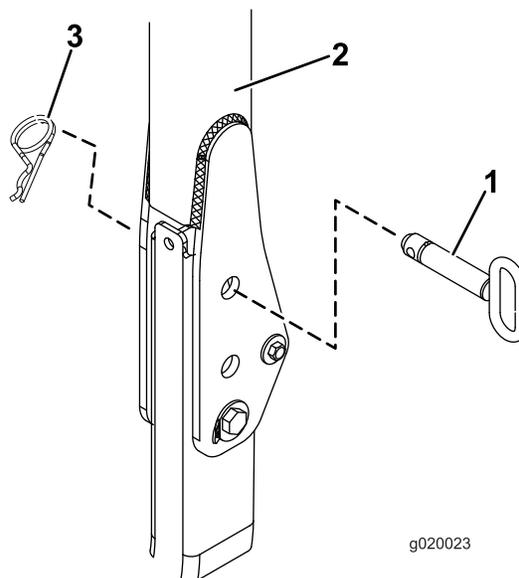

Figura 26
2. **Per i trattorini Reelmaster 3555 e 3575**, saltate al passaggio 10. Per tutti gli altri modelli, con il roll bar in posizione sollevata, rimuovete le coppiglie e le 2 spine (Figura 26).